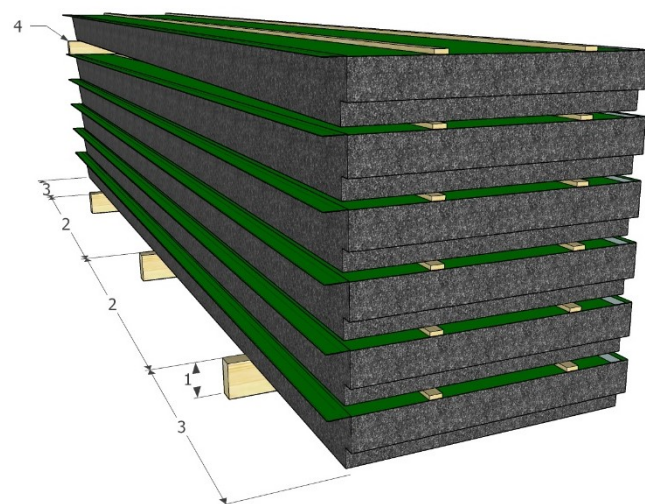

Figuur 1 - Toepassingsmogelijkheden
- Na-isoleren van gordingkappen. Over vlak dragend dakbeschot, en bij $R_c \geq 3.5$ eventueel voorzien van tengels en panlatten (zie figuur 1, situatie 1, 2 en 3).
- Na-isoleren van gordingkappen. Bij $R_c \geq 3.5$ over bestaande dragende dakelementen eventueel voorzien van panlatten (zie figuur 1, situatie 4 en 5).